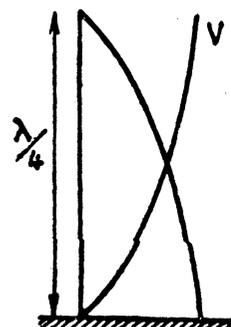

Fig. 30. — Courbes de V et I pour une antenne quart d'onde vibrant sur sa fondamentale. On voit que ces courbes sont décalées de 90°.
Les ondes stationnaires de tension (I) et de courant (II), tracées pour une antenne vibrant en quart d'onde (fig. 30) sont identiques aux ondes stationnaires de compression et de mouvement du tuyau sonore (fig. 28, II). Leurs propriétés sautent aux yeux, et il n'est pas besoin de les commenter longuement. Le plus étonnant, c'est que les interférences des deux ondes progressives donnent des ondes stationnaires: la mobilité des deux premières s'est changée en l'immobilité de statue de sel des dernières. Mais ce qui est encore plus surprenant, c'est qu'une onde d'amplitude essentiellement variable puisse naître de deux ondes dont l'amplitude est fixe.